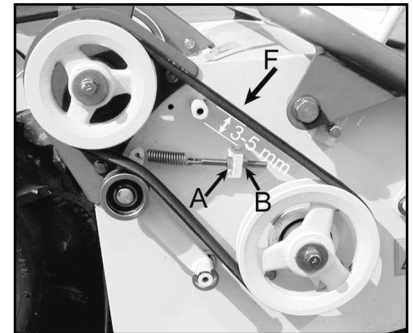

Figura 29
- Premere la cinghia con il dito in posizione (F, Figura 29): la cinghia deve muoversi di circa 3 - 5 mm. In caso contrario, registrare la tensione della cinghia mediante i bulloni "A" e "B".